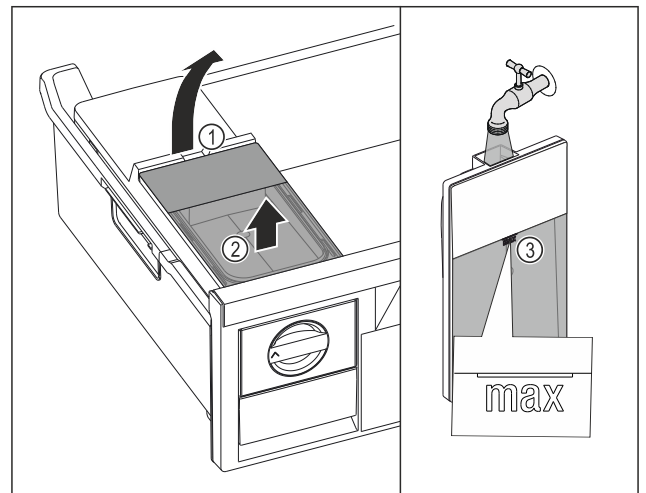

Fig. 126
- ▶ Повдигнете резервоара за вода при прореза Fig. 126 (1).
- ▶ Извадете резервоара за вода нагоре. Fig. 126 (2)
- ▶ Напълнете резервоара за вода до маркировката Fig. 126 (3) с питейна вода.